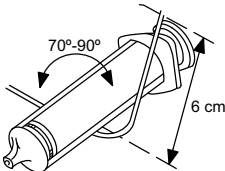

Figura 3. Curve el estilete
2. Seleccione un estilete según la función y la firmeza preferida. Si lo desea, curve suavemente el estilete con un instrumento estéril de superficie lisa (p. ej., el cilindro de una jeringa de 10 o 12 cc) (Figura 3 Curve el estilete en la página 16).